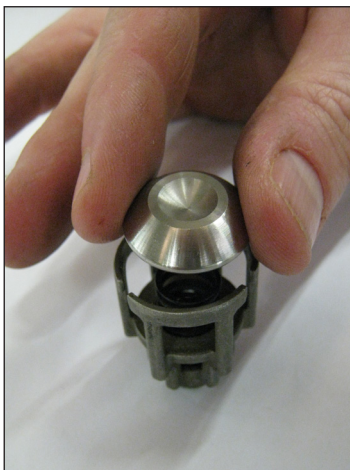
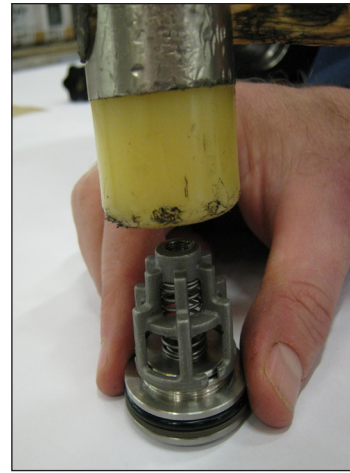

Abb. 24
Abb. 25
- 1 Achten Sie beim Wiedereinbau der Saug- und Druckventilgruppen (Abb. 24, Abb. 25) unbedingt darauf, die Federn auf Saugseite nicht mit den vorab ausgebauten Federn auf Druckseite zu verwechseln: